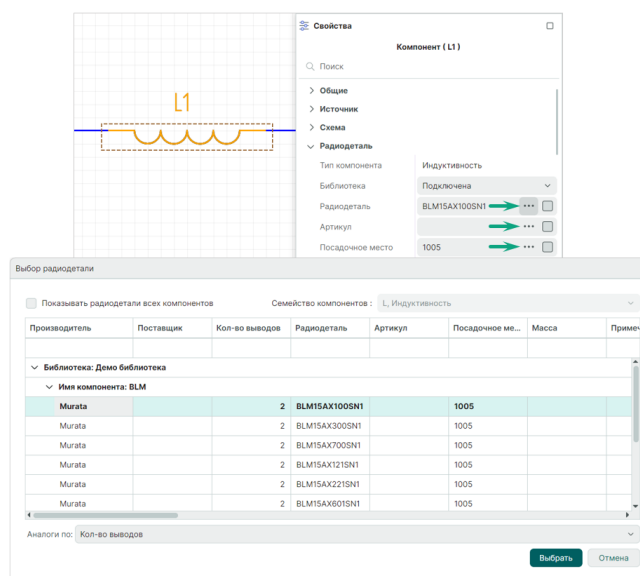

Рис. 94 Окно «Выбор радиодетали»
1. При выделенной на электрической схеме радиодетали нажмите на символ «...» в панели «Свойства» → «Радиодеталь» в строке любого параметра радиодетали, см. Рис. 94.